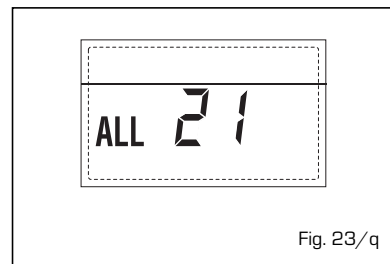

Fig. 23/q
- **INTERVENÇÃO TERMÓSTATO DE SEGURANÇA SEGUNDA ZONA MISTURADA "ALL 22" (fig. 23/r)**